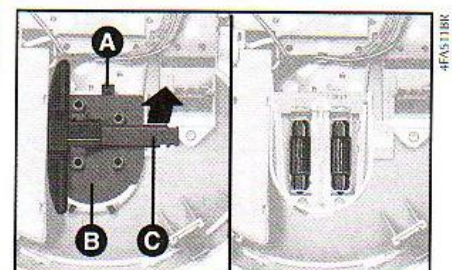

fig. 45
4) Retirar a chave **C**-fig. 45, empurrar a lingüeta **A** e retirar a tampa **B**, conforme o sentido da seta.